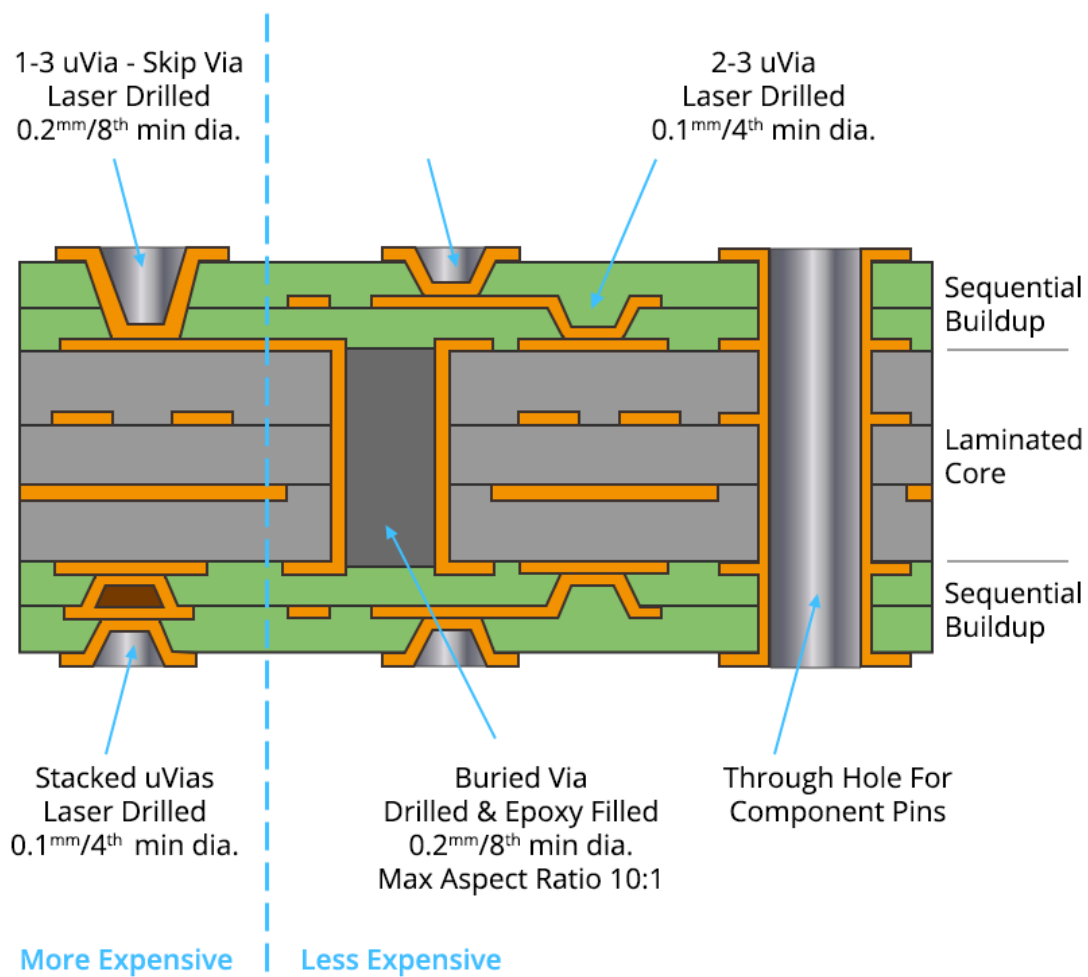

Figure 4 Un exemple de modèle HDI pour circuits imprimés denses avec matrice de billes à broches multiples.
Comme mentionné précédemment, le routage automatique permet d'optimiser la conception d'un circuit imprimé et de minimiser le nombre de couches. Pour créer une plus grande densité sur un circuit imprimé sans augmenter le nombre de couches, il est également possible de recourir à un système HDI, une technique de routage qui utilise des traces très fines ainsi que des vias borgnes, des vias enterrés et autres microvias (figure 4). Le routage HDI est généralement une technique moins onéreuse qui offre de meilleures performances s'il est bien conçu. (3)